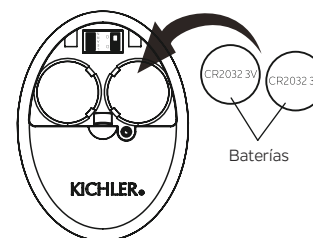

Figura 26
**Paso 2.** Para que el ventilador funcione, instale dos baterías CR2032 de 3 V (incluidas). Las baterías deben instalarse con el lado positivo (+) hacia arriba. Reemplácelas con baterías CR2032 cuando sea necesario. (Figura 26)